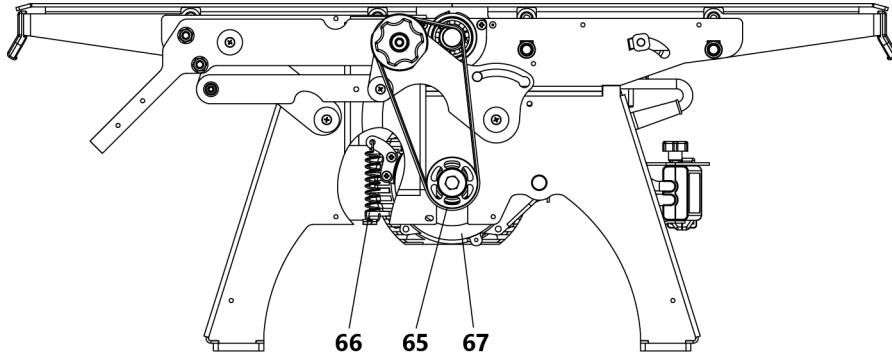

Рисунок 26. Установка приводного ремня
- снять ремень 65 (рис. 26), ослабив его натяжение поднятием двигателя 67 вверх, либо сняв пружину натяжения 66;